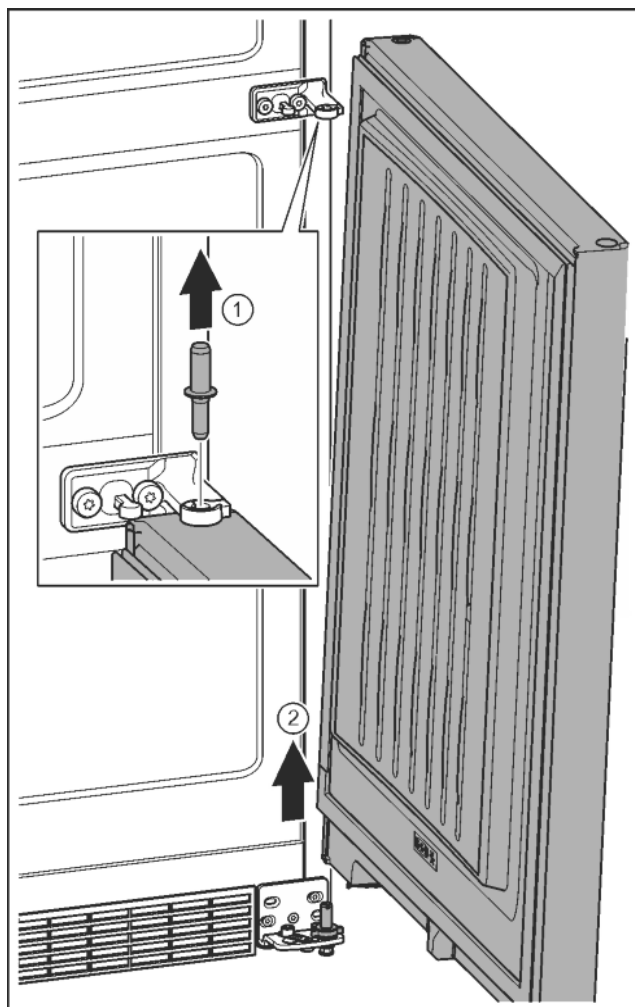

Fig. 10
- Izvelciet ārā tapu uz augšu. Fig. 10 (1)
- Atvīrzi durvis, pavelciet uz augšu un novietojiet malā. Fig. 10 (2)